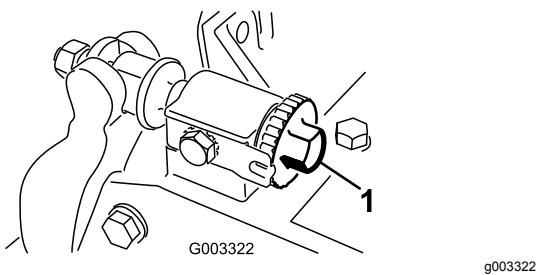

Рисунок 12
- Поверните регулировочные винты неподвижного ножа против часовой стрелки, чтобы неподвижный нож не касался барабана (Рисунок 12).